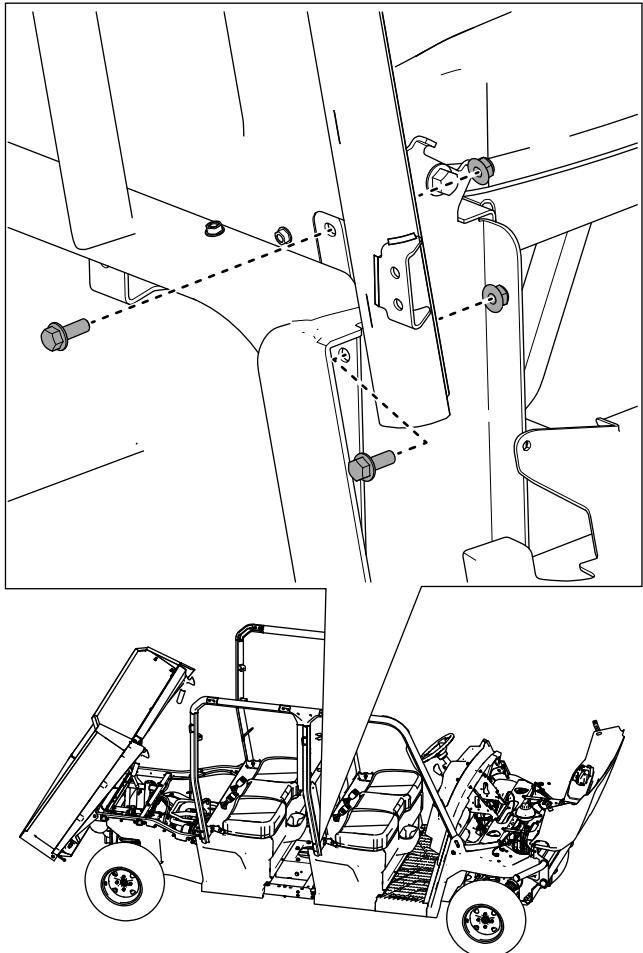

Bild 47
13. Befestigen Sie die Unterseite der rechten, mittleren Überrollbügelbaugruppe mit zwei Bundkopfschrauben ($\frac{3}{8}$ " x 1") und zwei Sicherungsmuttern ($\frac{3}{8}$ ") lose an der Sitzunterteilbaugruppe, wie in Bild 47 dargestellt.